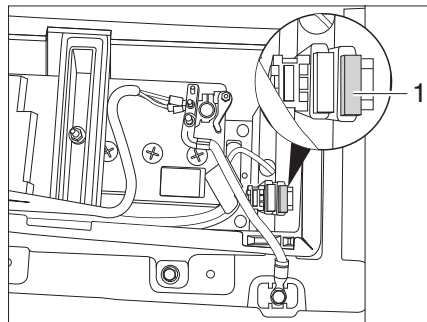

Bild 79 Hauptsicherung
**Einbauort** Die Hauptsicherung (Bild 79,1) befindet sich im Batteriekasten an der Fahrzeugbatterie.